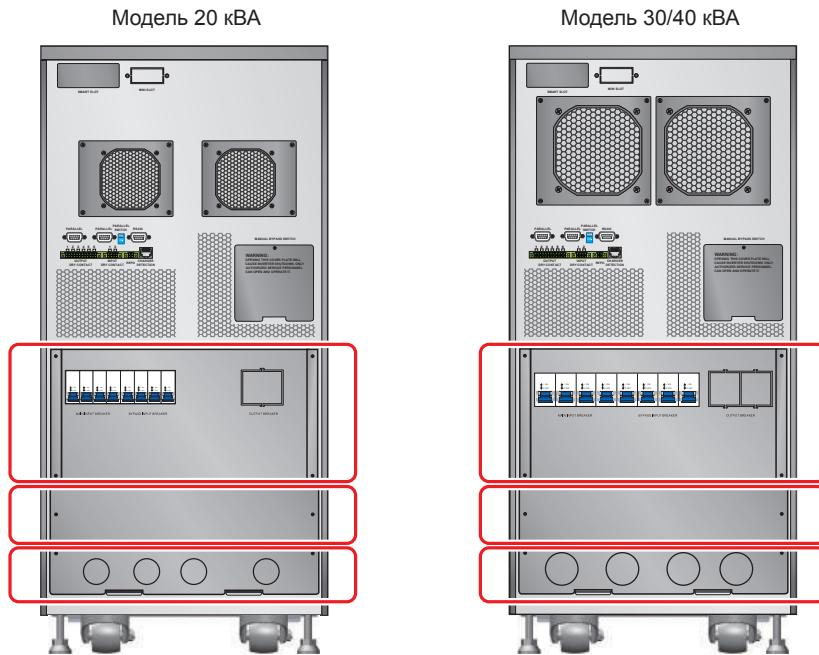

Рис. 6-5. Расположение панелей
- 1** Снимите крышки, показанные на *рис. 6-5*, для доступа к блоку зажимов (см. *рис. 6-8*).